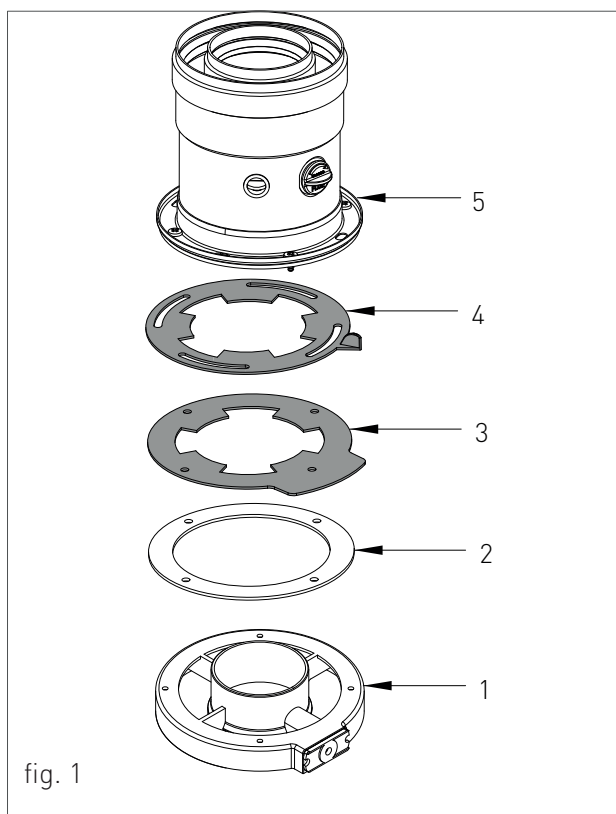

fig. 1
Para el montaje de los diafragmas regulables en el sistema coaxial proceder del siguiente modo (ver fig.1):
- › limpiar la superficie de la brida de inspección humos (1-fig.1);
- › pegar la guarnición adhesiva en neopreno (2-fig.1) en la brida humos, centrando los agujeros de la guarnición con los de la brida humos;
- › insertar antes el diafragma inferior con la escala graduada (3-fig.1), luego el diafragma superior con el índice de referencia (4-fig.1);
- › insertar el acople embridado (5-fig.1) u otro componente previsto en base al sistema coaxial adoptado;
Para el montaje de los diafragmas regulables en el sistema dividido proceder del siguiente modo (ver fig.1):
- › limpiar la superficie de la cabecera a nivel del agujero de aspiración de aire (1-fig.1);
- › pegar la guarnición adhesiva en neopreno (2-fig.1) en el agujero de aspiración de aire centrando los agujeros de la guarnición con los del agujero de aspiración;
- › insertar primero el diafragma inferior con la escala graduada (3-fig.1), luego el diafragma superior con el índice de referencia (4-fig.1);
- › insertar el acople embridado (5-fig.1) u otro componente previsto en base al sistema dividido adoptado;